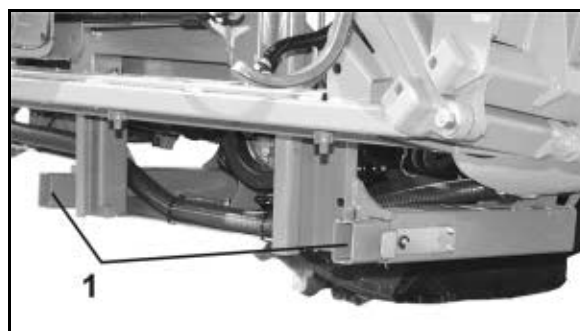

Fig. 36
- Når maskinen er tilkoblet, må du skyve inn parkeringsstøttene (Fig. 36/1).